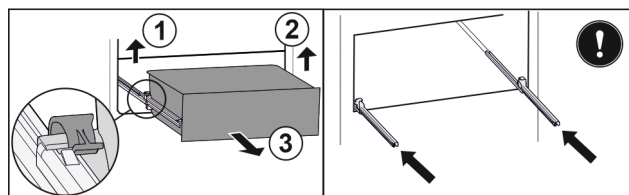

Fig. 116
- ▶ Podignite lijevu stezaljku i istovremeno izvucite ladicu lijevo prema naprijed. Fig. 116 (1)
- ▶ Podignite desnu stezaljku i istovremeno izvucite ladicu desno prema naprijed. Fig. 116 (2)
- ▶ Izvadite ladicu prema naprijed. Fig. 116 (3)